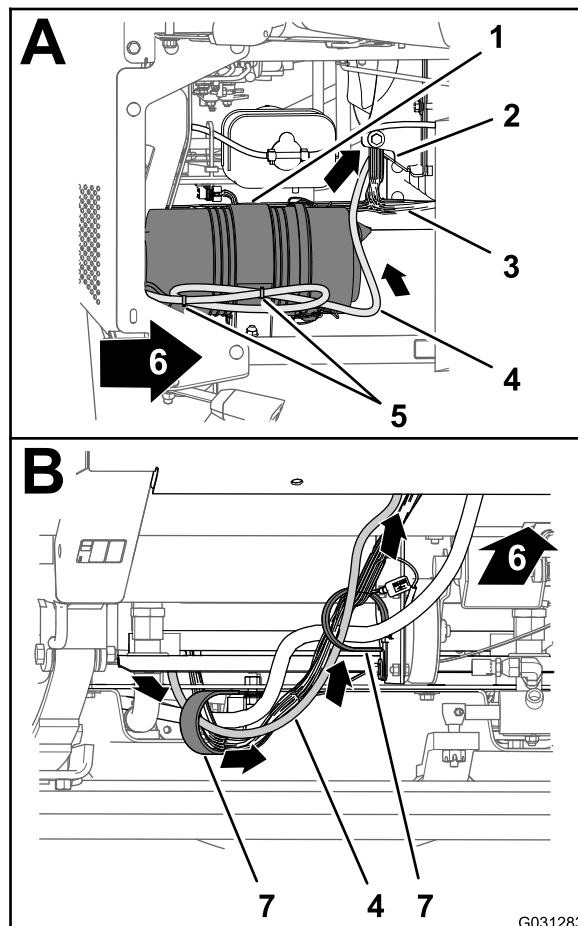

図 174
1. エンジンルームの右側で、データ用ハーネスの 220cm の枝線を、エンジン用エアフィルタの前方へ導き、ラジエターの右下コーナーまで導く 図 174。
2. データ用ハーネスの 220cm の枝線を前方へ延ばして、機体下部にある2つのRクランプに通す 図 174。